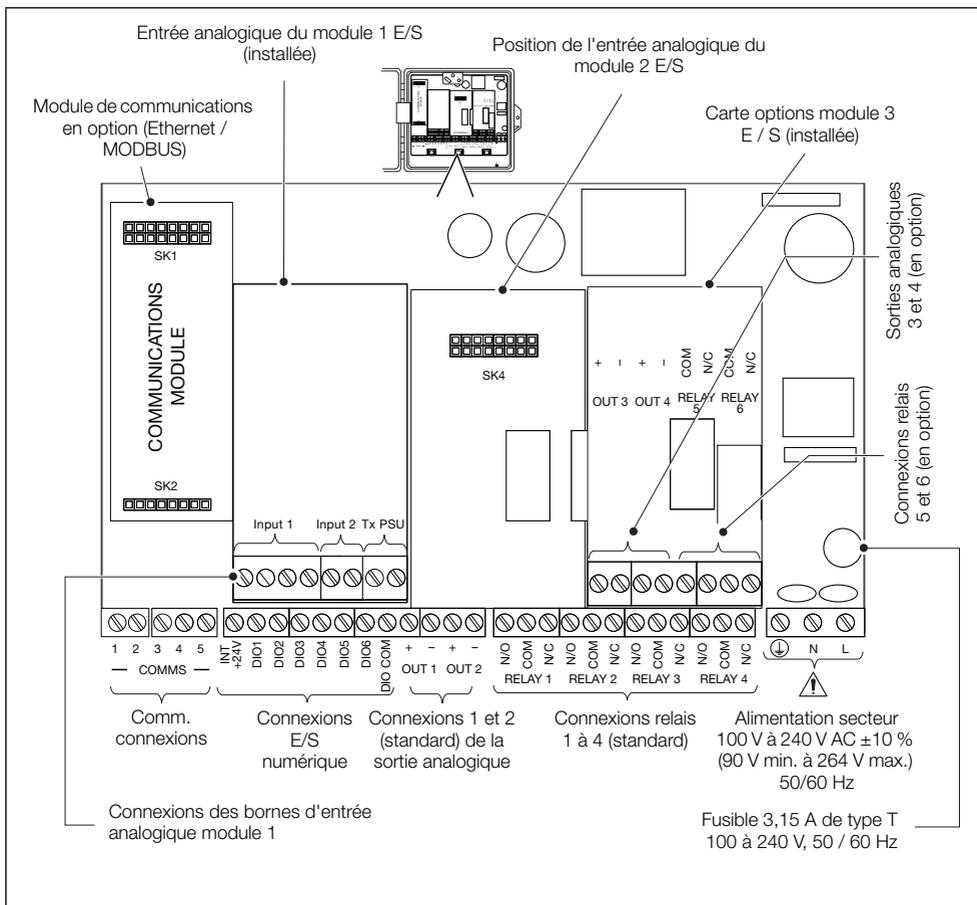

Fig. 4.19 Connexions électriques du CMF310
1. A l'aide d'un tournevis cruciforme, tournez la vis de fixation du couvercle des bornes (A) dans le sens inverse des aiguilles d'une montre. (1/4 de tour) et ouvrez le couvercle.
2. Tournez la vis de fixation du couvercle de la carte de connexion (B) dans le sens inverse des aiguilles d'une montre jusqu'à ce que le couvercle (C) puisse être retiré.
3. Etablissez les connexions aux bornes de la carte de connexion - voir Figure 4.19, page 20.
4. Remplacez le couvercle (C) et fermez-le en serrant la vis de fixation (B) fermement dans le sens des aiguilles d'une montre. Fermez la porte et serrez les vis de retenue de la porte (A) 1/4 de tour dans le sens des aiguilles d'une montre pour la fixer.